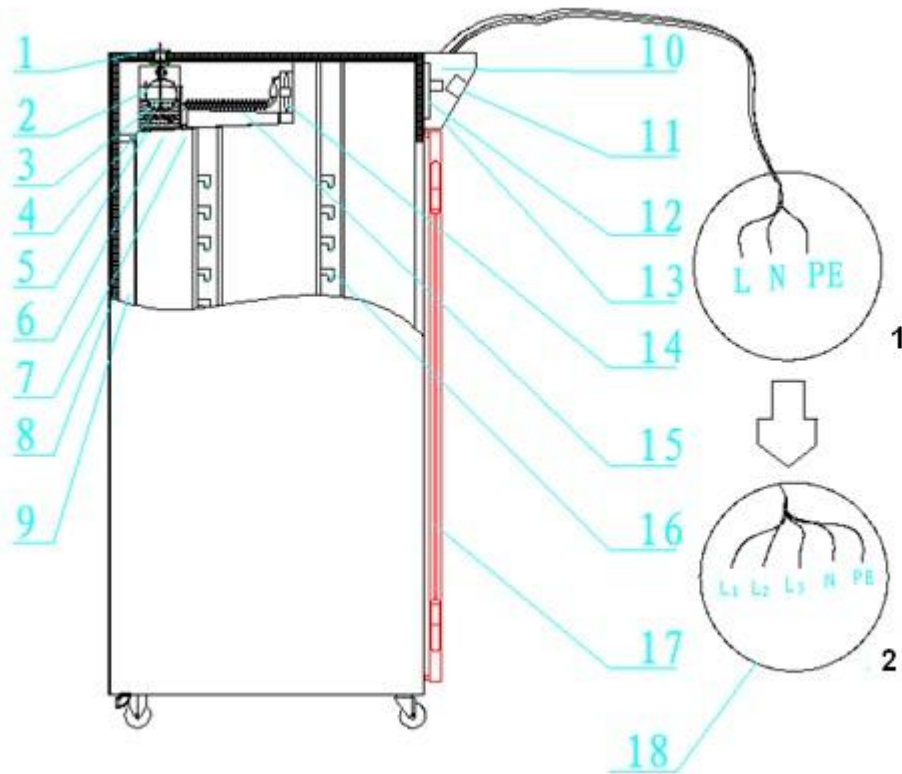

Imagen 1: Vista lateral
3. Características estructurales y principio funcional (Mostrado en la Imagen 1)